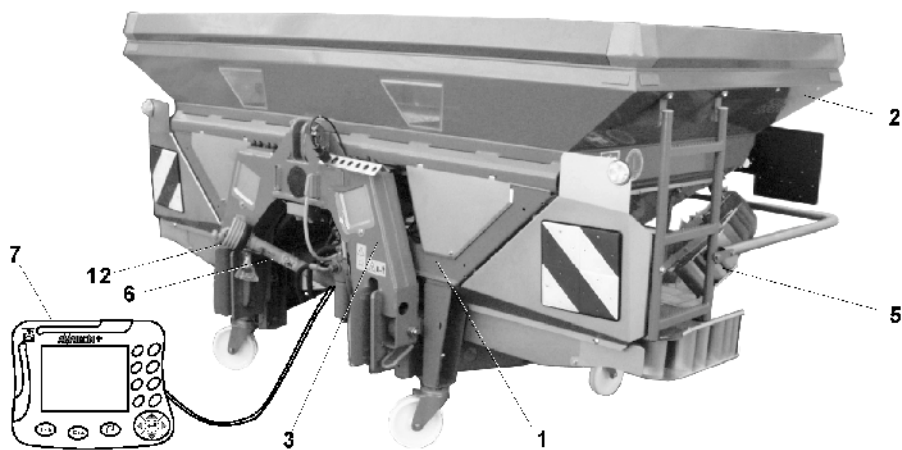

Рис. 3
- Рама (Рис. 3/1)
- Бункер (Рис. 3/2)
- Взвешивающая рама (Рис. 3/3)
- Устройство для распределения на границах Limiter (Рис. 3/5)
- Карданный вал (Рис. 3/6)
- Бортовой компьютер Amatron+ (Option) (Рис. 3/7)
- Защита карданного вала (Рис. 3/12)